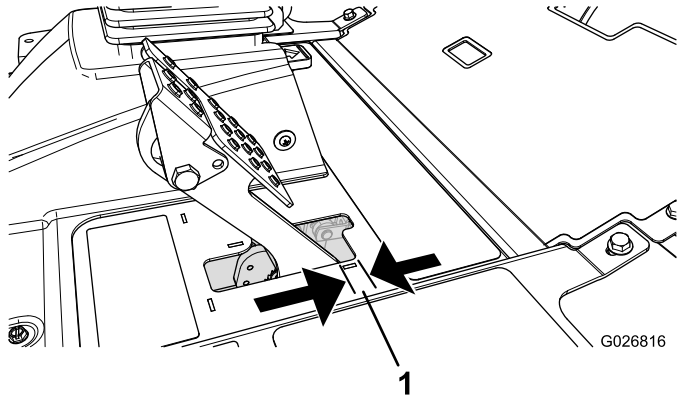

Figura 87
Reglai frânele atunci când pedala de frână are o cursă liberă mai mare de 2,5 cm (Figura 87) sau când este necesară o forță de apăsare mai mare. Cursa liberă este distanța pe care se micșorează pedala de frână înainte de a simți rezistența la frânare.
2. Strângeți piulia din spate pentru a deplasa cablul spre spate până când pedalele de frână au o cursă liberă de 0,63 până la 1,27 cm (Figura 87), înainte de a obține blocarea roilor.